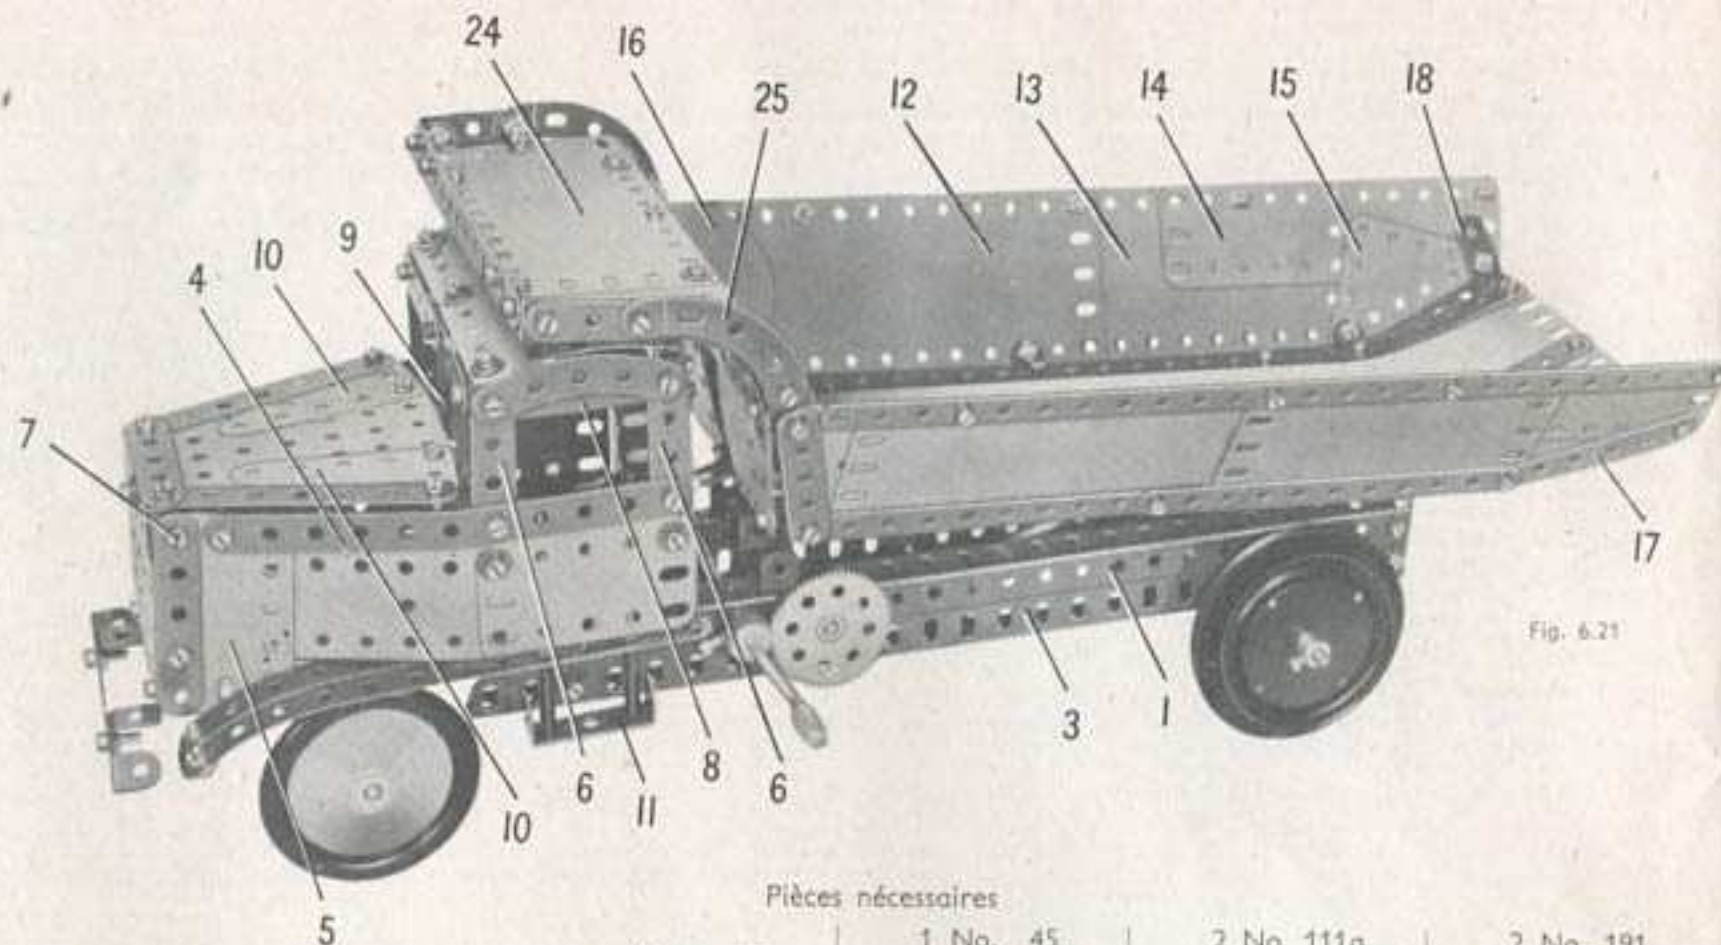

Fig. 6.21
Le toit de la cabine est constitué par deux plaques cintrées de 43 mm. de rayon; il est fixé sur des équerres boulonnées au rebord des bandes coudées (8). Les garde-boue avant sont formés chacun de deux bandes de 11 trous réunies à l'avant par un support plat et fixées par leurs extrémités arrière sur le plancher de la cabine. Le garde-boue qui apparaît sur la figure 6.21 est fixé au plancher par des écrous placés sur deux tiges filetées de 25 mm. Ces dernières débordent sous le plancher et chacune d'elles porte un raccord de tringles. Une bande coudée de 38x12 mm. (11) est tenue contre les raccords de tringles par des écrous placés aux extrémités inférieures des tiges filetées.